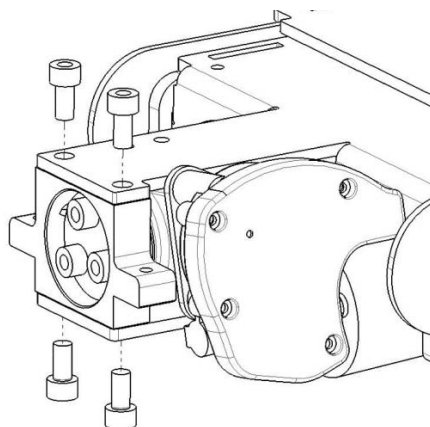

Bild 2. Demontera de fyra skruvar som håller ställdonets bakre ände.
2. Demontera de fyra skruvar som håller ställdonets bakre ände. Se bild 2.